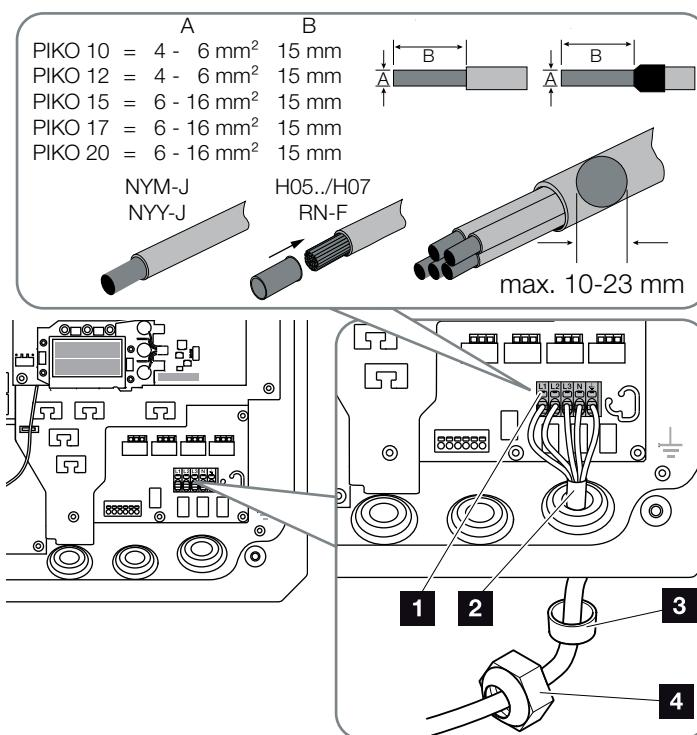

Fig. 22: Tilslutning af nettiledningen ved vekselstrømsomformeren
7. Tilslut nettitledningens årer til AC-klemmen iht. påskriften. **! ↗ Fig. 22, pos. 1**